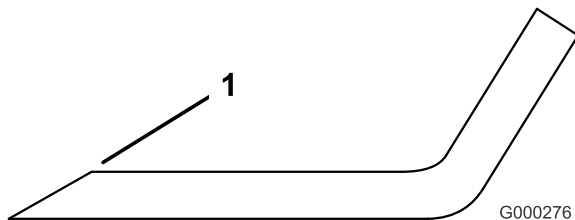

Figure 67
1. Au moyen d'une lime, aiguiser les tranchants aux deux extrémités de la lame (Figure 67) Veillez à conserver l'angle de coupe d'origine. Limez la même quantité de métal sur chacun des deux tranchants pour ne pas déséquilibrer la lame.